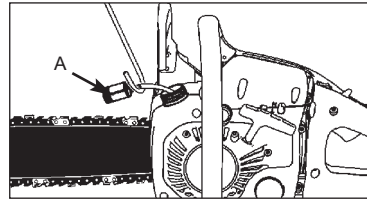

Fig. 16
4. Sortez le filtre (A) du réservoir (Fig. 16).